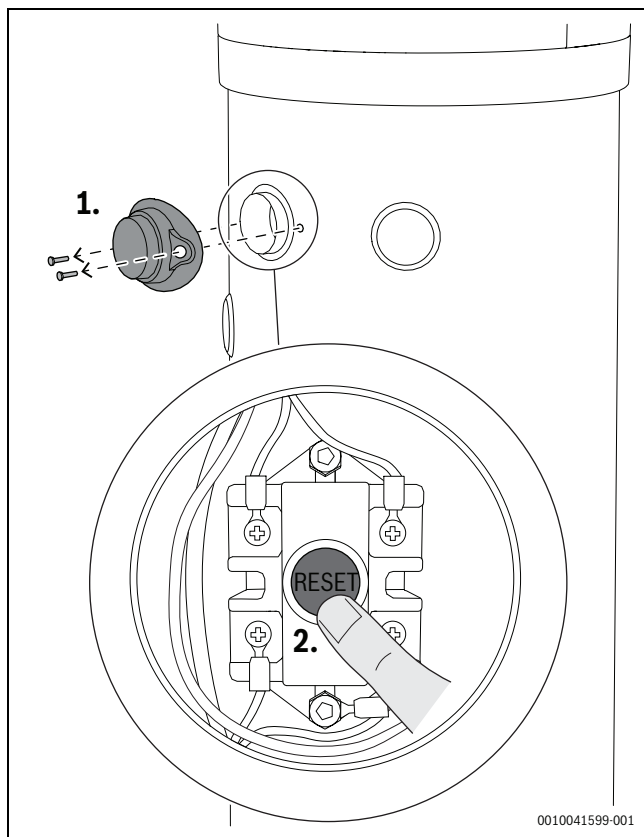

Fig. 32 Ripristino del termostato
- ▶ Togliere il cappuccio di copertura di plastica, svitando le viti di fissaggio (operazione 1, Fig. 32)
- ▶ Resetare manualmente il termostato di sicurezza (operazione 2, Fig. 32)